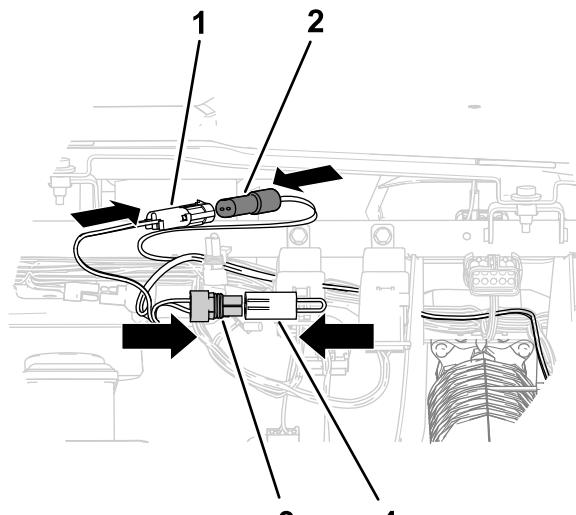

図 14
- C. インタラプタ用ワイヤハーネスの2ピン・コネクタを、シャント・コネクタに接続する(図 14)。
- D. インタラプタ用ワイヤハーネスの、シャント枝線用の2ソケット・コネクタを、車両用ワイヤハーネスの2ピン・コネクタ(さきほどステップBで外したもの)に接続する(図 14)。